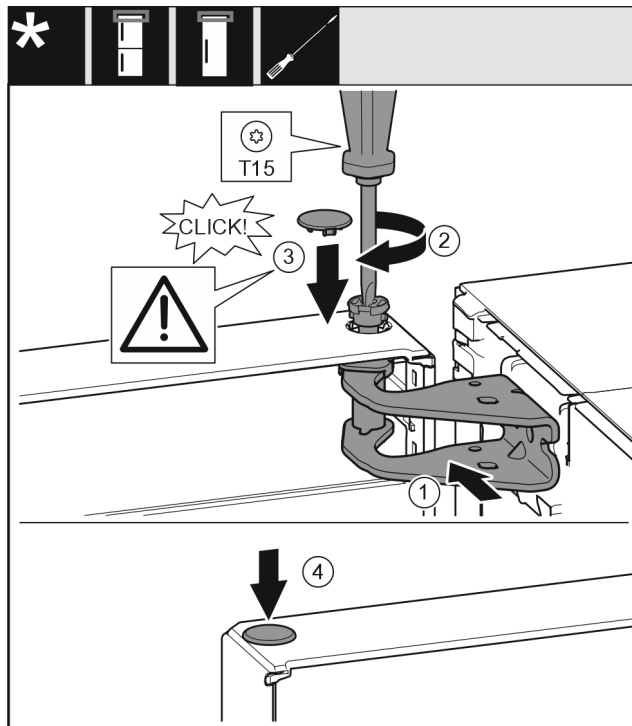

Fig. 19
- ▶ Wyrównać drzwi u góry względem otworu w płytce zawiasu. Fig. 19 (1)
- ▶ Założyć sworzeń i dokręcić śrubokrętem T15. Fig. 19 (2)
- ▶ Zamontować osłonę bezpieczeństwa w celu zabezpieczenia drzwi: Włożyć osłonę zabezpieczającą i sprawdzić, czy przylega ona do drzwi. Ponadto założyć całą sworzeń. Fig. 19 (3)
- ▶ Założyć zatyczkę. Fig. 19 (4)